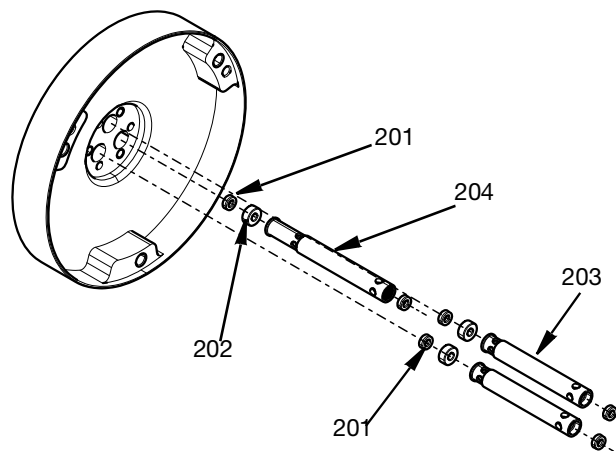

FIG. 26
6. Włożyć do korpusu środkowego przekładki dystansowe uszczelnienia wlotowego (203) i przekładki dystansowe uszczelnienia zwrotnego (204) prętów (201) oraz łożyska prętów (202). Patrz **Zestaw narzędzi do zakładania i zdejmowania uszczelnień 25T489** na stronie 37 w odniesieniu do instalacji uszczelki prętów. Należy zwrócić uwagę, że dłuższa powrotna przekładka uszczelniająca (204) musi zostać umieszczona w komorze III, jak zaznaczono na przedniej części korpusu głównego. Patrz FIG. 26.